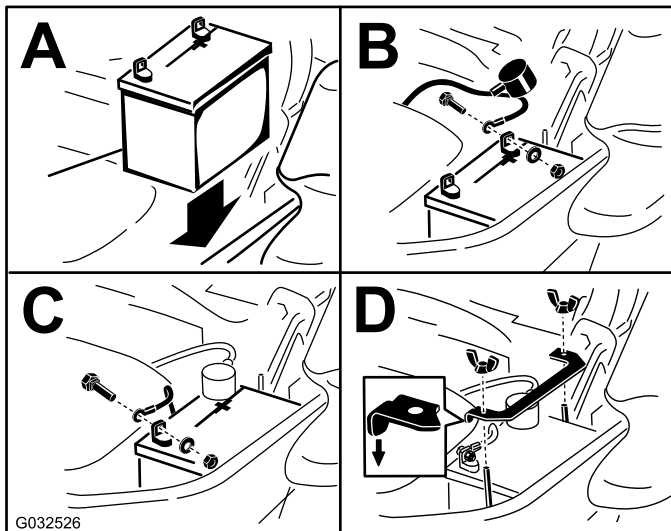

**Figura 56**
Los fusibles están situados en la consola, a la derecha del asiento (**Figura 56**).
2. Instale un fusible nuevo (**Figura 56**).